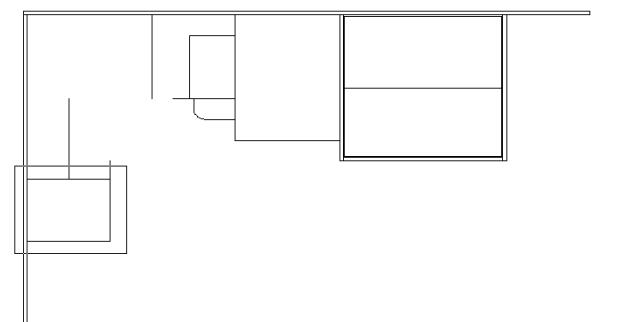

Рис. 4.41 ▼ Использование инструмента **Окно зумирования** (Zoom Window) для увеличения фрагмента чертежа в районе малой тумбы
- Щелкните на кнопке **Окно зумирования** (Zoom Window) панели инструментов **Standard** (если нужно, выберите эту кнопку на плавающей панели, как рассказывалось в главе 1) или просто введите в командной строке **по** (Z) для включения режима рамки масштабирования.
- Охватите рамкой масштабирования контур малой тумбы, как показано на рис. 4.41.